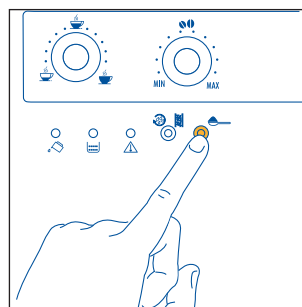

Fig.18
1. Trykk på tasten  for å velge funksjonen ferdigmalt kaffe (fig. 18). Lampen innenfor tasten tennes for å angi at funksjonen er valgt og at kaffekvernen ikke skal brukes.